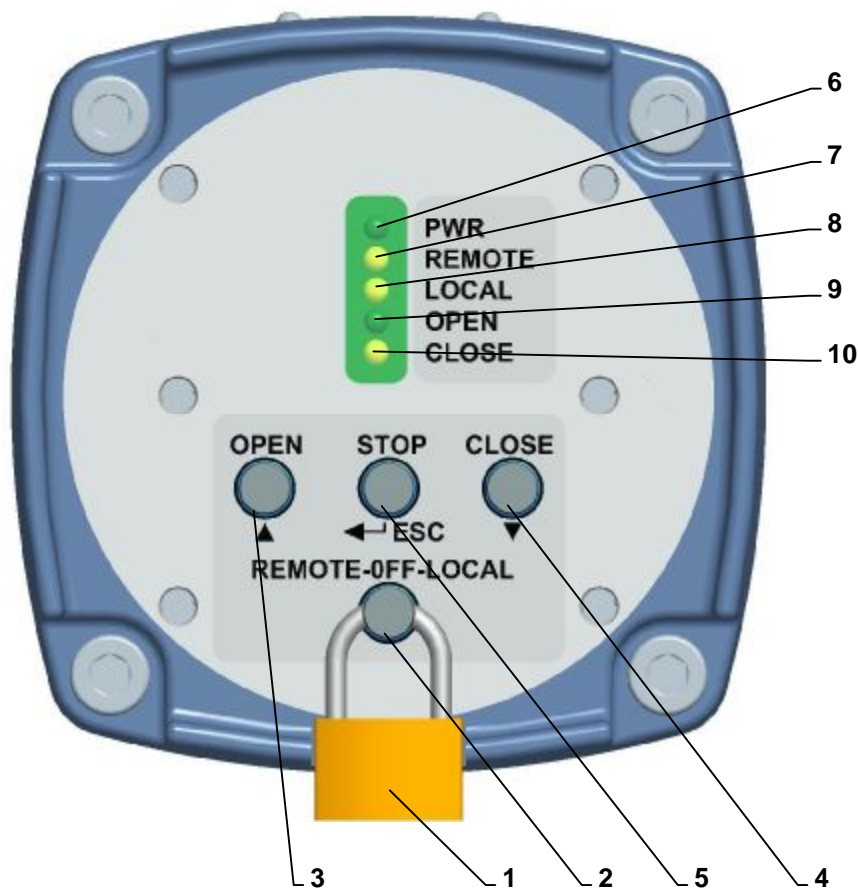

Рис. 14
4.9 Местное электрическое управление (рис.14):